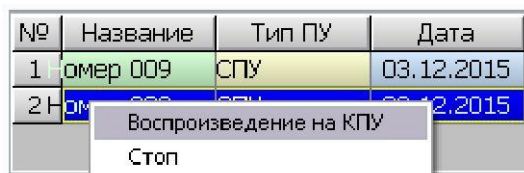

Рисунок 21 – Воспроизведение на КПУ
14.2.12 Для просушивания записи переговоров машиниста следует ее выбрать в таблице (подсветится темным фоном) и в контекстном меню, вызываемом правой кнопкой «мышки», выбрать «Воспроизведение на КПУ» (рисунок 21).